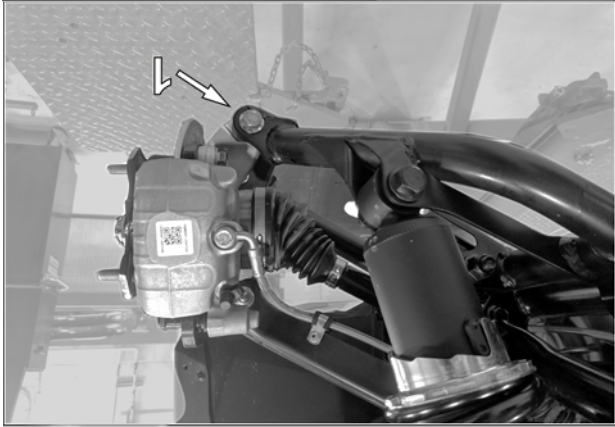

Fig. 3
4. Retirer les boulons (1-2) qui fixent le bras de suspension inférieur au moyen de roue. Fig. 3